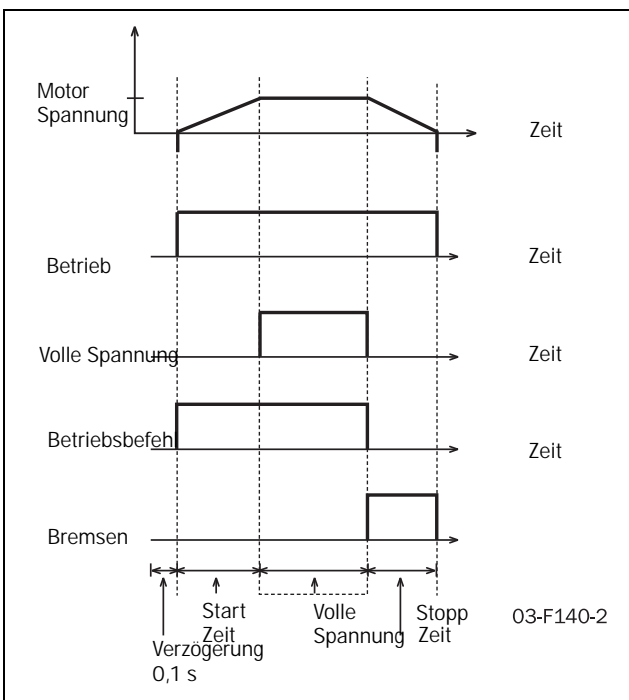

Abb. 61 Die Relaisfunktionen für Betrieb, Betriebsbefehl und volle Spannung.
Die Relais können zur Steuerung der Hauptschütze oder eines Bypass-Schützes verwendet werden oder zur Anzeige von Alarmbedingungen. Wie in Abb. 61 umseitig dargestellt, sollte die Einstellung für Betrieb (Alternative 1) gewählt werden, um das Hauptschütz sowohl während Start, Betrieb mit voller Spannung als auch Stopp zu aktivieren. Wenn ein Bypass-Schütz verwendet wird, kann dies mit einem Relais mit der Einstellung Volle Spannung (2) gesteuert werden. Die Einstellungen Run (5) und Gegenstrombremse (4) werden verwendet, wenn die Gegenstrombremse als Stoppmethode ausgewählt ist. In diesem Fall muss ein Relais für Betriebsbefehl konfiguriert werden und wird das Hauptschütz während des Starts und während des Betriebs mit voller Spannung steuern. Ein weiteres Relais muss für Gegenstrombremse konfiguriert werden und wird den Schütz während der Bremsung mit umgekehrter Phasenfolge steuern. Aus Sicherheitsgründen wird das für Gegenstrombremse konfigurierte Relais nicht aktiviert, bis eine Zeitverzögerung von 500 ms nach der Deaktivierung des für Run konfigurierten Relais verstrichen ist.